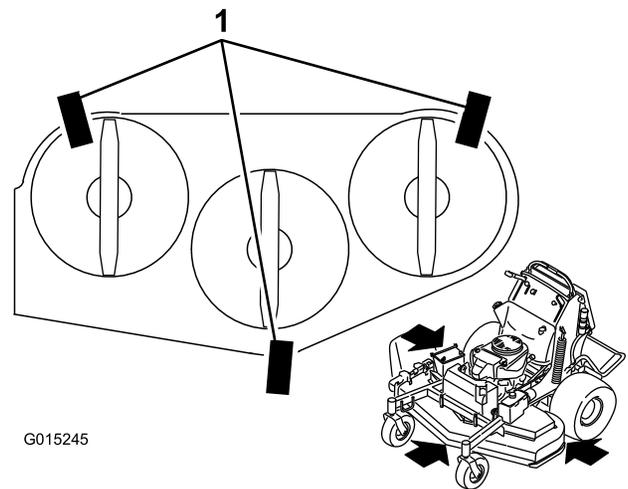

Figura 88
1. Coloque 3 listones de madera de 5x10 cm (2x4 pulgadas) debajo de la carcasa del cortacésped, según se muestra en Figura 88.